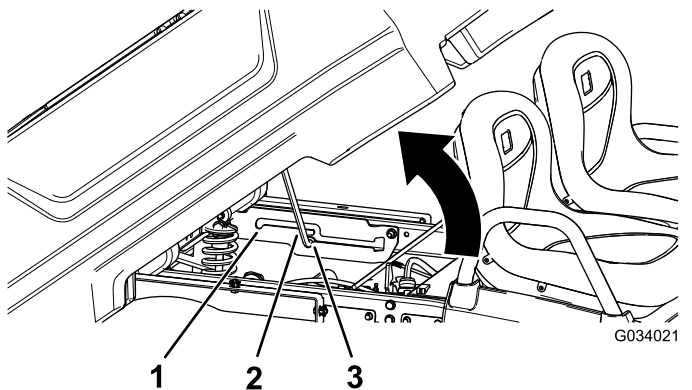

图 15
2. 将支撑杆拉入倾倒位置止动槽固定货斗以进行倾倒图 15。
2. 将支撑杆拉入维修位置止动槽固定货斗以进行维护图 15。
2. 将支撑杆拉出止动槽图 15。